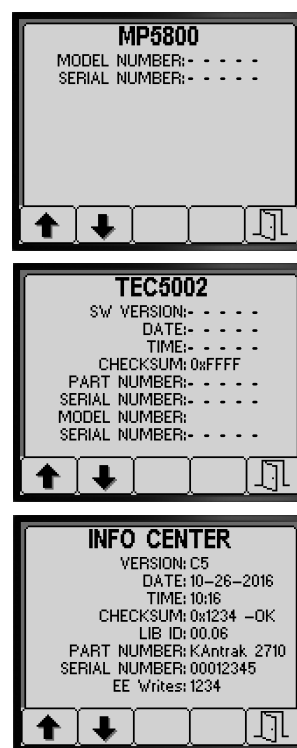

Bild 89
3. Drücken Sie Taste 1 oder Taste 2, um den Bildschirm mit den Maschineninformationen, den Bildschirm mit den TEC-Steuergerätsinformationen oder den Bildschirm mit den InfoCenter-Informationen zu durchlaufen (Bild 89).